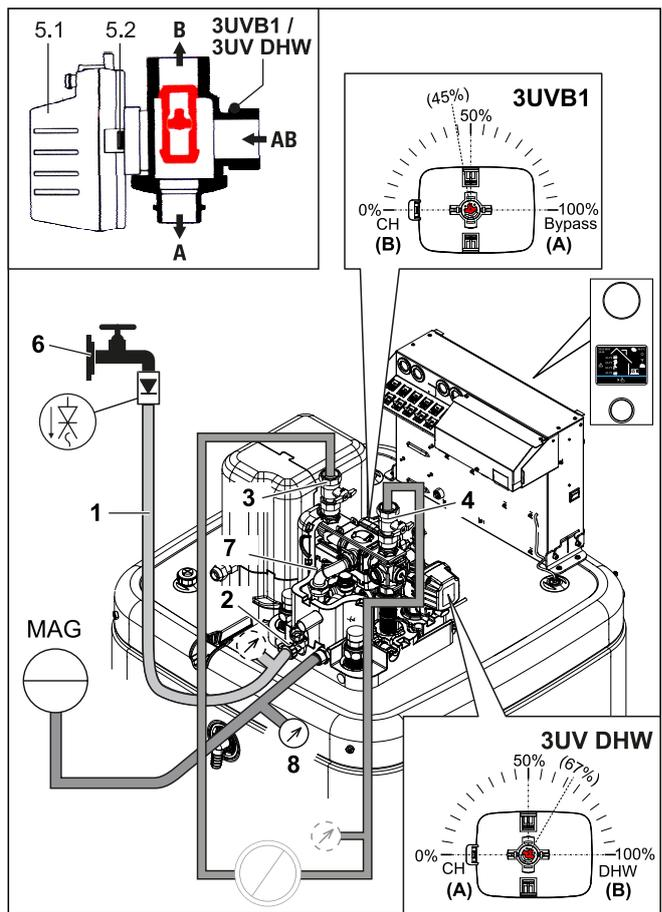

Bild 7-2 Heizungskreislauf befüllen
- 1 Füllschlauch (Bild 7-2, Pos. 1) mit Rückflussverhinderer (1/2") und einem externen Manometer (bauseitig) an den KFE-Hahn (Bild 7-2, Pos. 2) anschließen und gegen Abrutschen mit einer Schlauchschelle sichern.
- 3 Wasserhahn (Bild 7-2, Pos. 4) der Zuleitung öffnen.
- 4 KFE-Hahn (Bild 7-2, Pos. 2) öffnen und Manometer beobachten.
- 7 Wasserhahn (Bild 7-2, Pos. 4) schließen. KFE-Hahn muss offen bleiben, um den Wasserdruck am externen Manometer ablesen zu können.
- 10 Während des Warmwasserheizbetriebs ständig den Wasserdruck am externen Manometer prüfen und gegebenenfalls Wasser über den KFE-Hahn (Bild 7-2, Pos. 2) nachfüllen.
- 12 Wasserdruck am externen Manometer erneut prüfen und gegebenenfalls Wasser über den KFE-Hahn (Bild 7-2, Pos. 2) nachfüllen.
- 13 Füllschlauch (Bild 7-2, Pos. 1) mit Rückflussverhinderer vom KFE-Hahn (Bild 7-2, Pos. 2) entfernen.
Tab. 7-2 Legende zu Bild 7-2